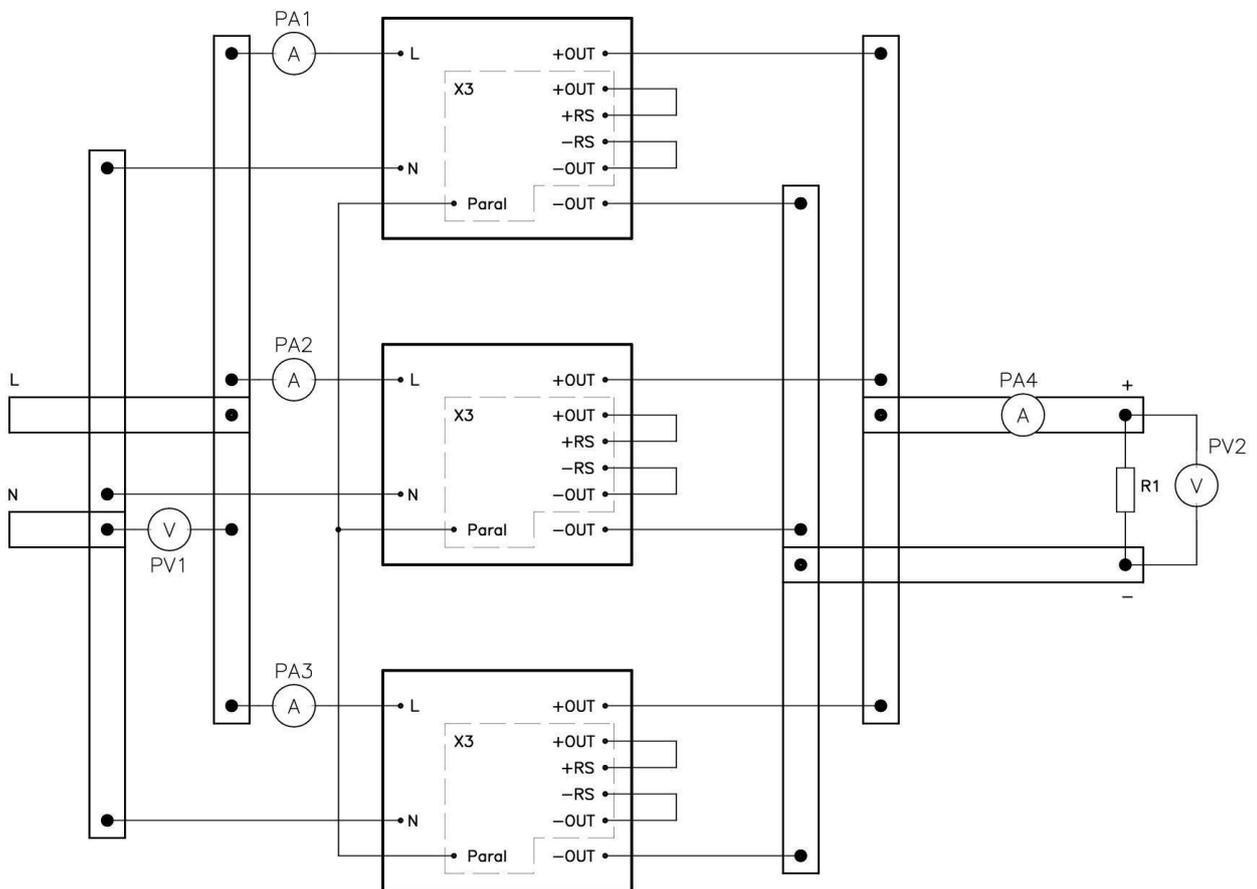

Рисунок 5.15 Схема для наращивания выходной мощности
5.14.14 Нарастивание выходной мощности. В случаях, когда построение резервированной системы не нужно, а необходимо только нарастить выходную мощность возможно использование схемы без установленных разделительных диодов (Рис.5.15). При использовании данной схемы включения, необходимо тщательно проверить все режимы, в которых будет работать аппаратура, на предмет устойчивой работы модулей (стабильность выходного напряжения, разбаланс входных токов, запуск). С точки зрения устойчивости работы, схема с разделительными диодами на выходе модулей является более предпочтительной, т.к. диоды исключают влияние модулей друг на друга.